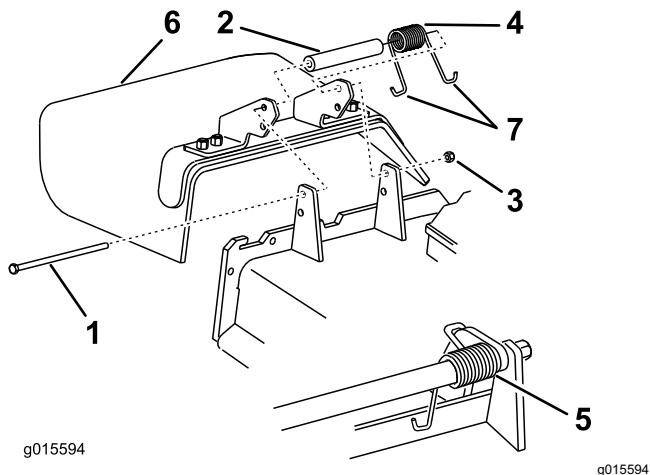

Bild 86
1. Entfernen Sie die Sicherungsmutter, Schraube, Feder und das Distanzstück, mit denen das Ablenklech an den Schwenkhalterungen befestigt ist (Bild 86).
2. Entfernen Sie defekte oder abgenutzte Ablenkleche (Bild 86).
Hinweis: Achten Sie darauf, dass ein J-förmiges Federende hinter der Mähwerkskante befestigt ist, bevor Sie die Schraube einsetzen, wie in Bild 86 abgebildet.
6. Führen Sie das J-förmige Hakenende der Feder um das Ablenklech (Bild 86).